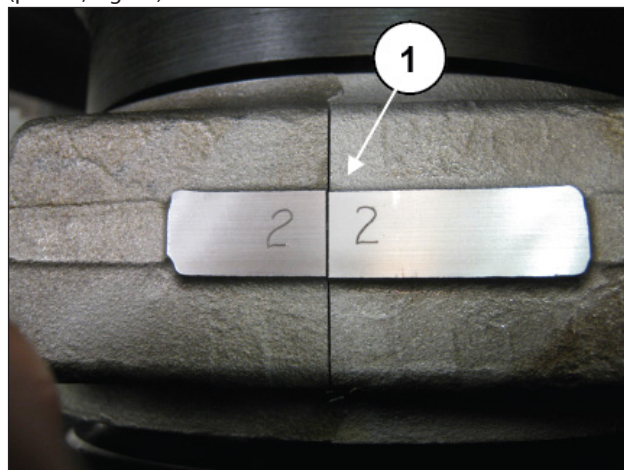

Fig. 77
Separar los sombreretes de las semibielas; controlar los números laterales para emparejarlos de manera correcta (pos. ①, Fig. 77).